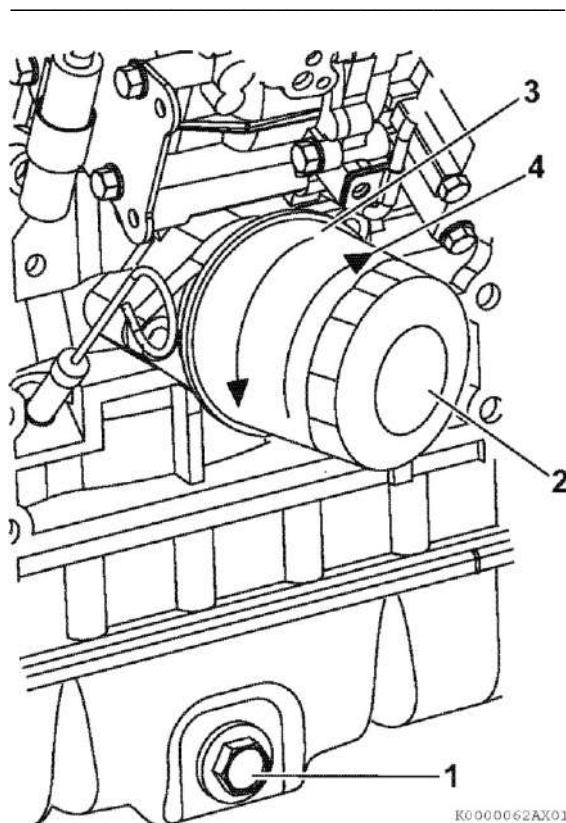

Рисунок 39
6. Открутите маслосливную пробку поддона картера (рисунок 39 (1)). Дайте маслу полностью слиться из картера.
7. После того, как масло полностью слилось из картера, прикрутите на место маслосливную пробку поддона картера (рисунок 39 (1)) и закрутите её с усилием 53.9 - 63.7 Н · м., 5.5 - 6.5 кгс · м).
1. Выкрутить масляный фильтр (рисунок 39 (2)), поворачивая его против часовой стрелки (рисунок 39 (3)) с помощью специального ключа для масляного фильтра.
3. Слегка смазать маслом уплотнительное кольцо нового масляного фильтра. Фильтр заворачивается на место без использования инструмента, только с помощью рук путем вращения по часовой стрелке (рисунок 39 (4)) до тех пор, пока он не войдет в контакт с посадочной поверхностью. Закрутить фильтр с усилием (19.6 - 23.5 Н·м, 2.0 - 2.4 кгс·м) или на один оборот с помощью специального ключа для масляного фильтра.